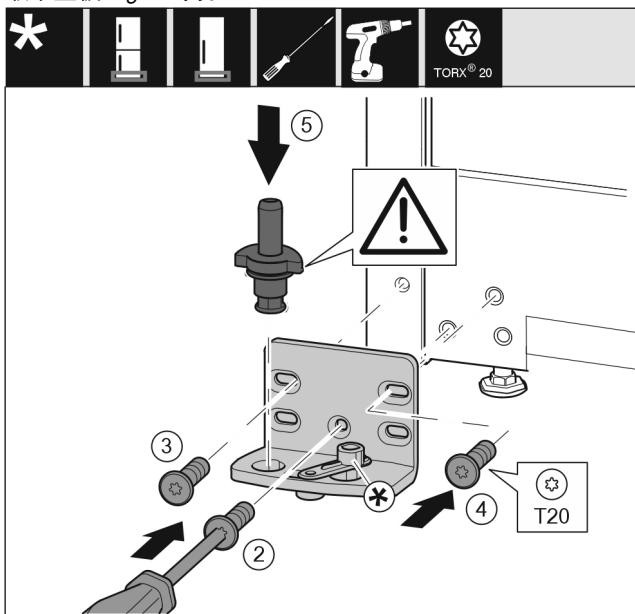

Fig. 48 *
- ▶ 将托架安装到另一侧，并借助螺丝刀旋紧。用螺钉 Fig. 48 (2)从底部的中心开始。*
- ▶ 拧紧螺钉 Fig. 48 (3)和螺钉 Fig. 48 (4)。*
- ▶ 将轴承螺栓 Fig. 48 (5)完全装入。同时注意止动凸轮需指向后方。*